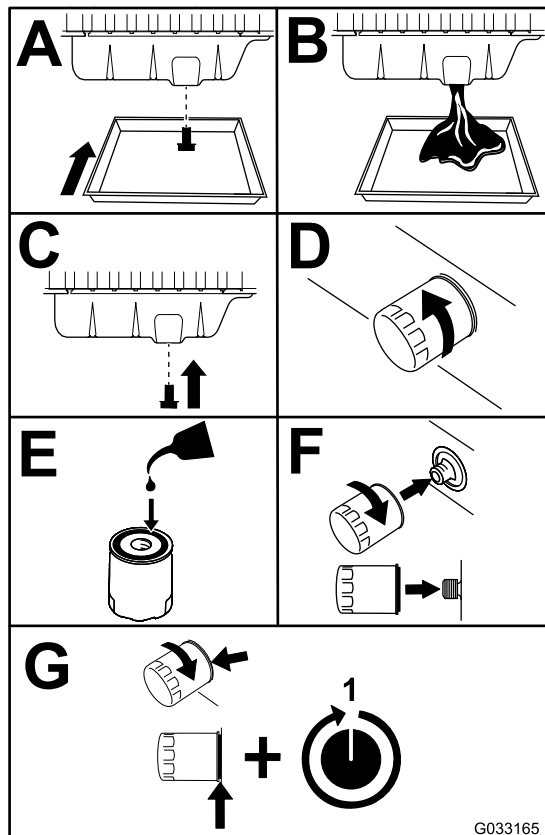

Figure 52
3. Vidangez l'huile moteur et remplacez le filtre à huile (Figure 52).